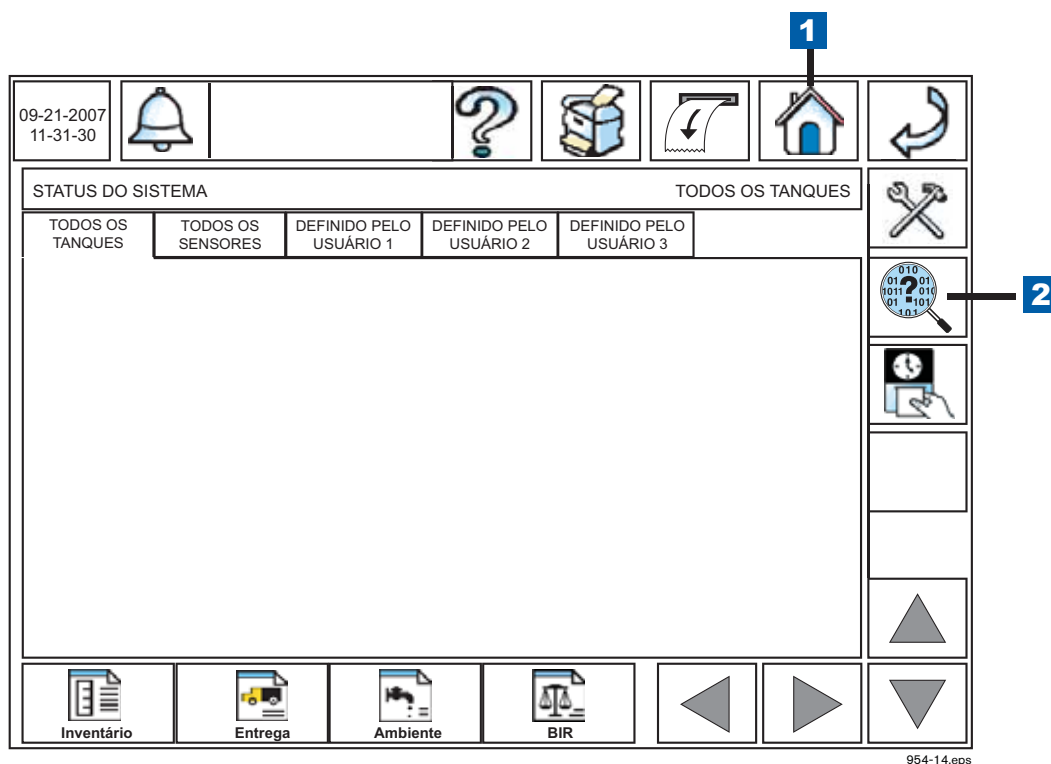

Figura 2. Acesso à tela principal de diagnóstico a partir da tela inicial
2. Toque no botão “Diagnóstico” na tela inicial (ver item 2 na Figura 2).
LEGENDA PARA CAIXA NUMERADA LIG Figura 2